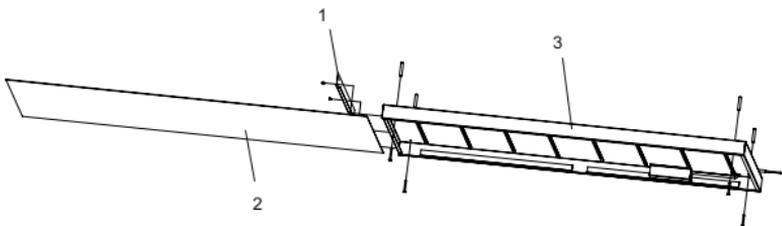

Рисунок 1
4.2.2 Накладной монтаж осуществляется следующим образом (см. рисунок 1):
- открутить три винта и снять боковую крышку (1) светодиодной панели;
- извлечь рассеиватель (2);
- закрепить корпус светодиодной панели (3) через имеющиеся отверстия непосредственно на поверхность потолка. Крепёж для накладного монтажа в комплекте не поставляется;
- в обратном порядке установить на корпус светодиодной панели (3) рассеиватель (2);
- установить боковую крышку (1) обратно и зафиксировать винтами.